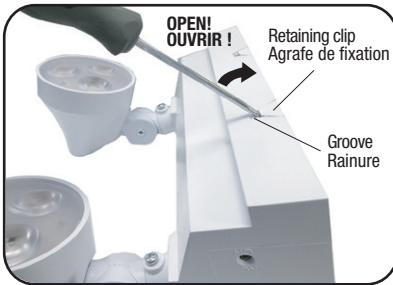

FIG. 1
2. Remove the back plate of the housing. Gently lift the two retaining clips by using a small flat screwdriver (insert the screwdriver into the grooves of the clips and slowly straighten it in opposite direction from the light heds until the back plate disengage from the fixture housing as shown in Fig. 1). **WARNING: Do not apply a strong pressure or twist the screwdriver inside the housing grooves because that can result in the breaking of the retaining plastic clips and void the product warranty.**
2. Enlever la plaque arrière du boîtier (Fig. 1). Lever doucement les deux agrafes de fixation à l'aide d'un petit tournevis plat (introduire le tournevis dans les rainures des agrafes de fixation et redresser-le lentement dans la direction opposée des lampes jusqu'à ce que la plaque arrière se dégage du boîtier de l'appareil comme montré sur la Fig. 1). **AVERTISSEMENT: N'exercez pas une pression trop forte et ne tournez pas le tournevis à l'intérieur des rainures du boîtier car cela pourrait briser les agrafes de fixation en plastique et annuler la garantie du produit.**